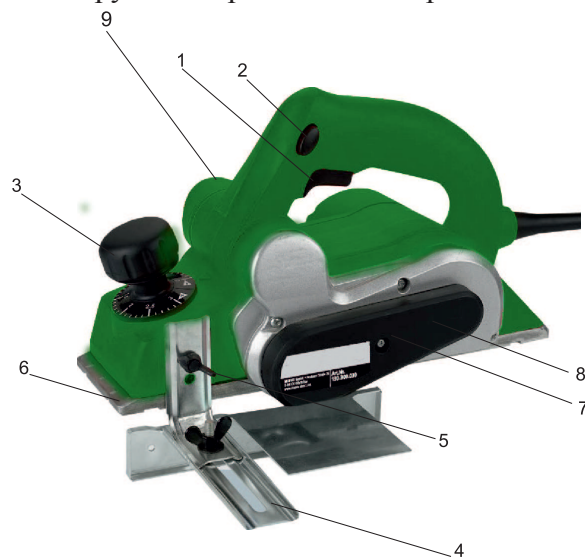

рис. 1
4.1 Внешний вид рубанка представлен на рис. 1
7.3 Вращением ручки 3 (рис. 1) установить необходимую глубину строгания. Максимальную глубину устанавливать при черновом обдирочном строгании. При окончательной обработке устанавливать незначительную глубину строгания.